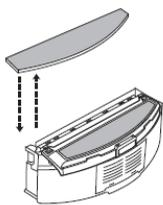
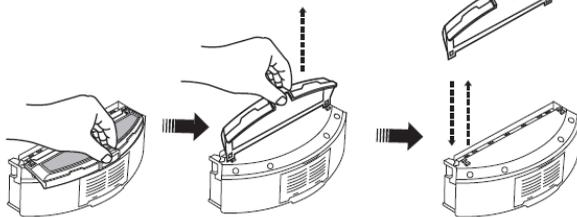

Рис.8
Рис.9
- 6) Извлеките пылесборник, снимите тряпку, отсоедините моющую панель, а затем откройте правую и левую защелки на дне пылесборника (См.Рис.8 и Рис. 9). Все части необходимо собрать, как было до разборки.